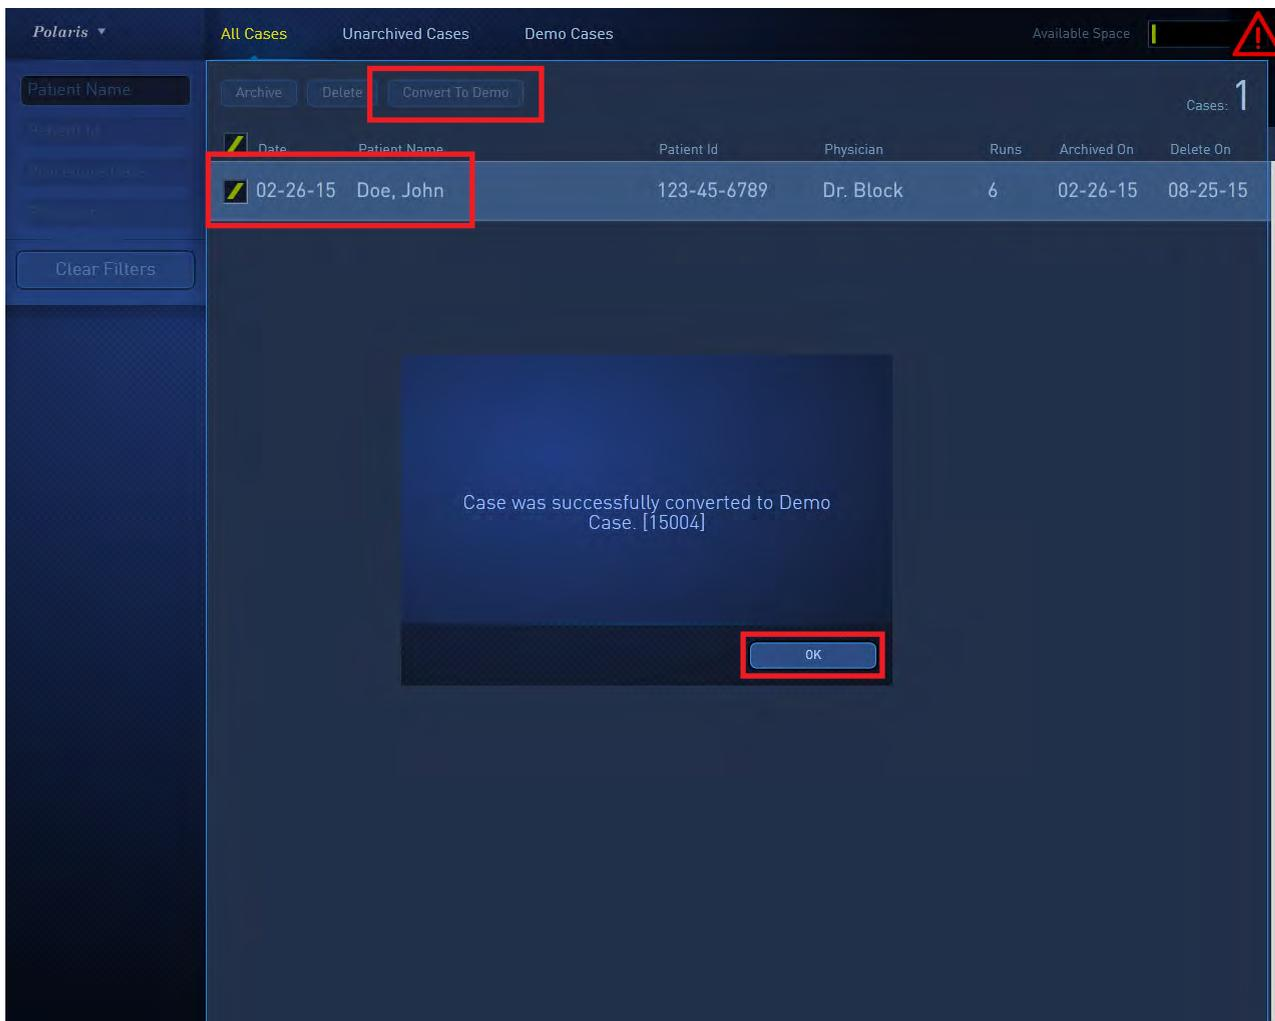

Figure 2-48 Conversion d'un ou de plusieurs cas en cas de démonstration
3. Cliquer sur **OK** pour fermer la fenêtre et mettre fin au processus. Voir la figure 2-48.